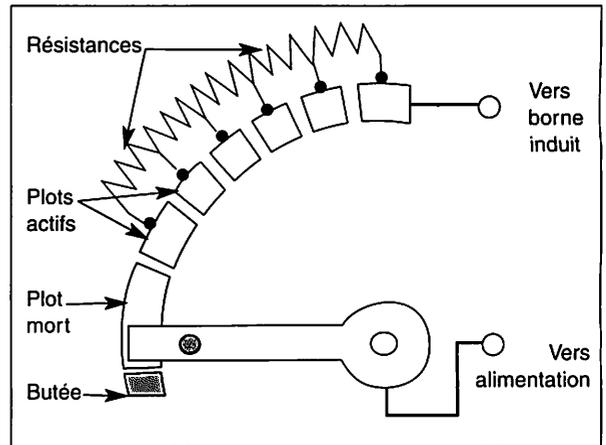

Fig. 12.05 : Rhéostat de démarrage.
- rhéostat de démarrage (fig. 12.05).